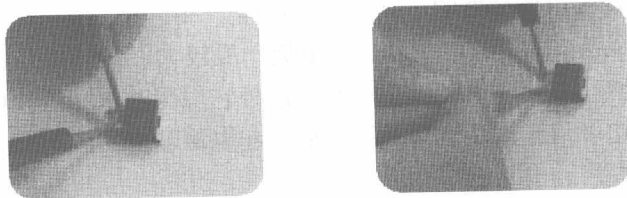

图 2-58 使用指针式万用表检测场效应管好坏
步骤③ 将万用表置于“ $R \times 10K$ ”档, 再测栅极 G_1 与 G_2 之间、栅极与源极、栅极与漏极之间的电阻值, 若测得其各项电阻值均为无穷大, 则说明该场效应管是正常的; 若测得上述各阻值太小或为通路, 则说明该场效应管是坏的, 图 2-58 所示为使用指针式万用表检测场效应管好坏。